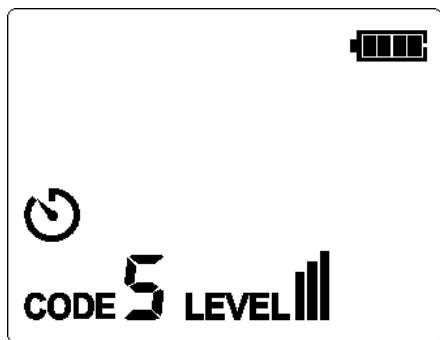

Figure 7.2.2a
3. Pour la plupart des applications, l'intensité de transmission par défaut est III (code par défaut : 5). Comme le montre la figure 7.2.2a, le niveau affiché sur l'écran LCD est III.